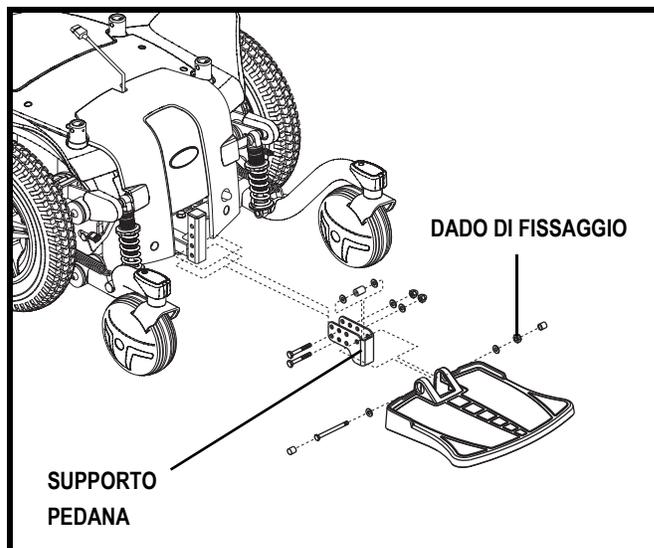

Figura 18. Regolazione pedana
1. Rimuovere i componenti di fissaggio dal supporto della pedana poggia-piedi. **Vedere la figura 18.**